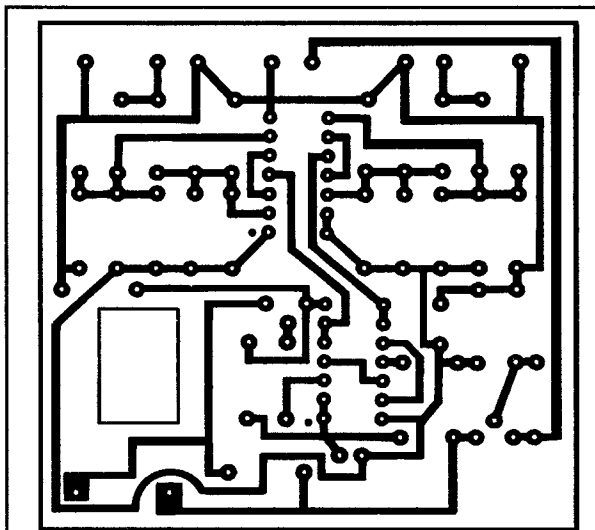
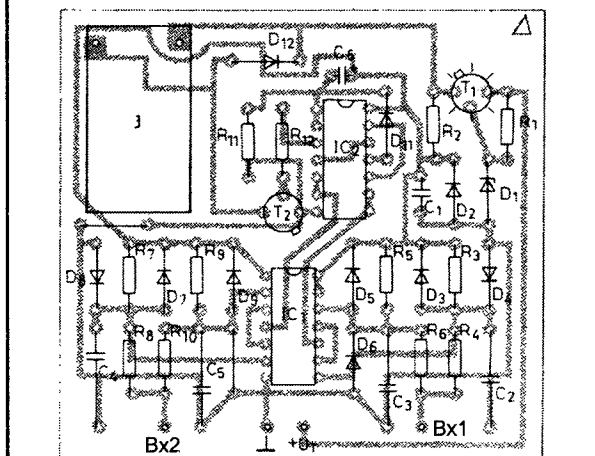

Рис. 4
Рис. 5
**Сборка и настройка.** Печатная плата для схемы защиты приведена на рис.4, а сборочный чертеж размещения деталей — на рис.5. Готовая плата тщательно проверяется, затем расплавляется на небольшой радиатор.
В статье В.Брылова "Звуковые процессоры и декодеры" в схеме звукового процессора для режима "Расширенное стерео", показанной на рис.4в (N9/99, с.13) левые выводы R3 и R5 должны быть соединены с правыми выводами R6 и R1 соответственно (на рисунке они включены наоборот). Номинал резистора R1 на рис.4а должен быть равен 100 кОм.